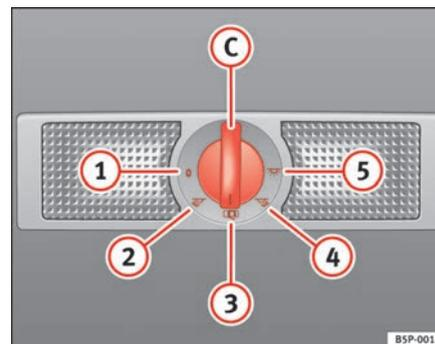

Fig. 83 Garniture intérieure du plafond : plafonnier et lampe de lecture de la partie arrière de l'habitacle.
La commande ⇒ fig. 83 (C) vous permet de sélectionner les positions suivantes :
Lorsque la commande est en position ⇒ fig. 83 (1), le plafonnier et les lampes de lecture sont éteints.